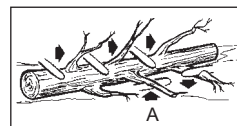

Fig. 12
Le nettoyage d'un arbre est le processus de coupe des branches d'un arbre abattu. Ne retirez pas les supports (A) avant que le tronc soit découpé (Fig. 12). Les branches sous tension doivent être coupées depuis la partie inférieure afin d'éviter de coincer la tronçonneuse.